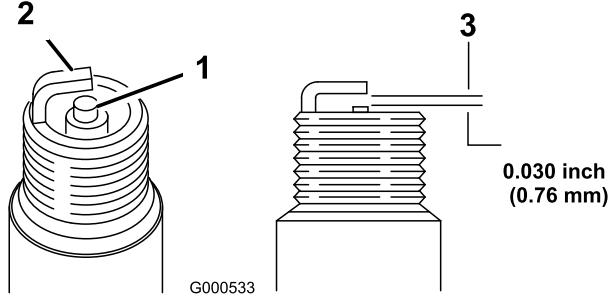

Figure 17
5. Réglez l'écartement des électrodes à 0,76 mm (0,030 po), comme montré à la Figure 17.